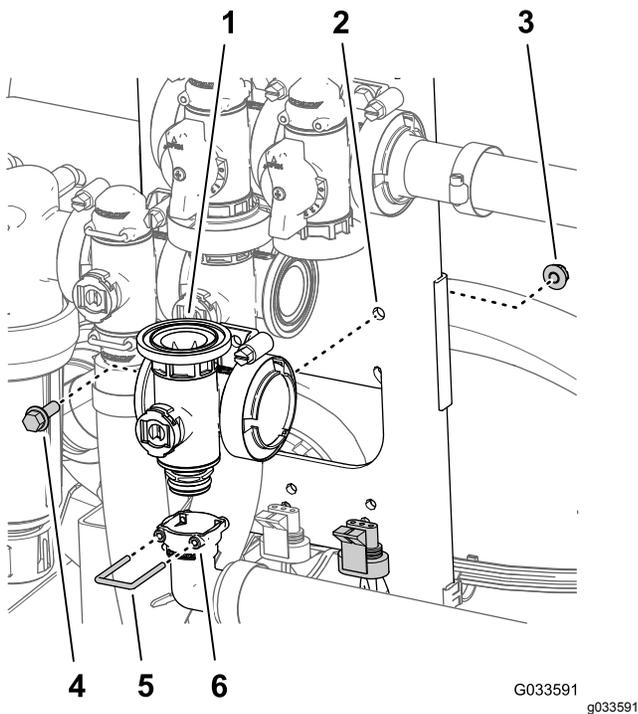

Рисунок 103
- Снимите держатель, который крепит прямоугольный выпускной штуцер к муфте коллектора главного клапана стрелы (Рисунок 103).
- Удалите болт с фланцевой головкой ($\frac{1}{4}$ x $\frac{3}{4}$ дюйма) и фланцевую контргайку ($\frac{1}{4}$ дюйма), с помощью которых главный клапан стрелы присоединяется к креплению, и снимите коллектор клапана с автомобиля (Рисунок 103).